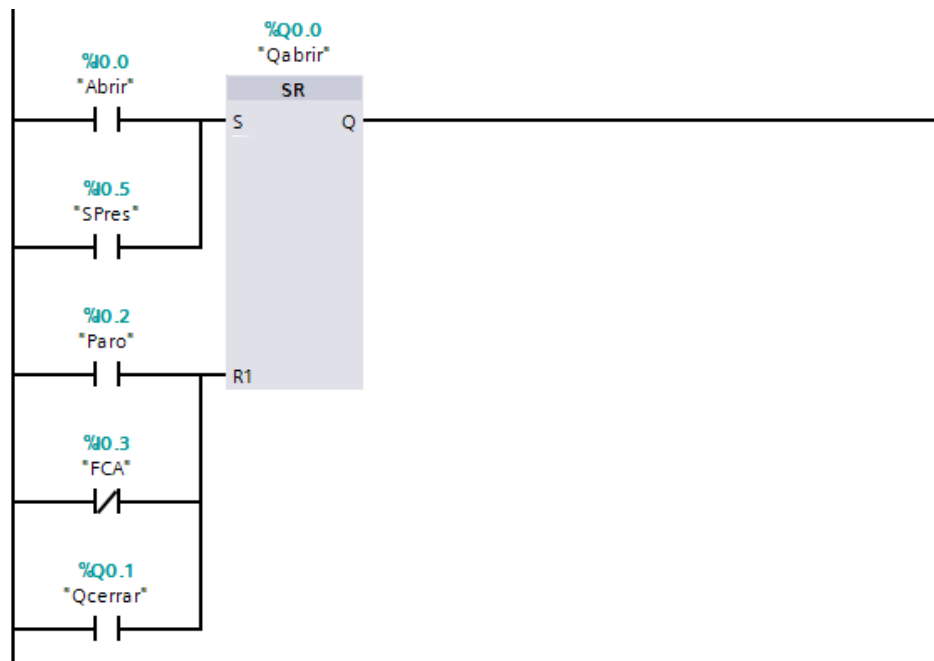

Figura 34. Segmento 1 con instrucción SR.
2. De clic en la entrada R1 del bloque “SR” y luego haga clic en el icono de “Cerrar rama”, una vez que está el bloque SR creado con los contactos que hacen el set y reset, haga doble clic sobre los signos de interrogación arriba del bloque SR y escriba “Qabrir”. El segmento 1 debe quedar como se muestra en la Figura 34.